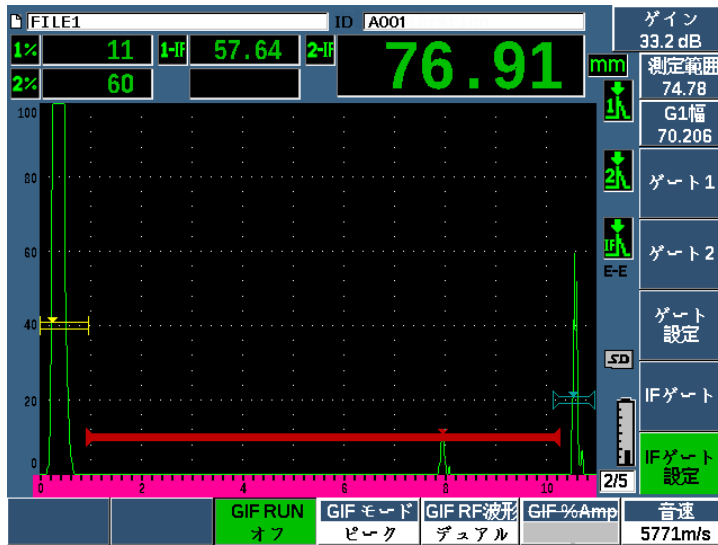

図 11-34 インターフェースゲートの動作モード設定
3. 調整ノブまたは矢印キーで、パラメータをオンに設定します（277 ページの図 11-34 参照）。